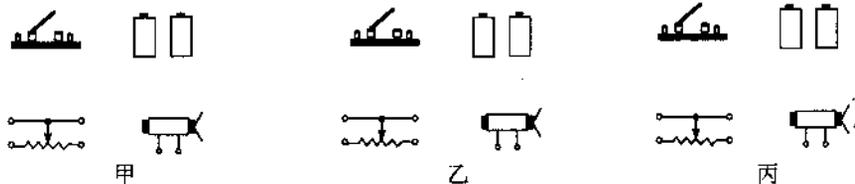

图 15.2-7
11. 粗心的程平把开关、小风扇、滑动变阻器、电源用导线连接好后,闭合开关,小风扇转动了。她想改变小风扇的转速,但无论怎样调节滑动变阻器,小风扇的转速就是不变。请在图 15.2-7 甲中画出程平的连线方式,并在图 15.2-7 乙中画出能改变小风扇转速的连接方式。程平想改变小风扇的转动方向,请在图 15.2-7 丙中画出连线方式。